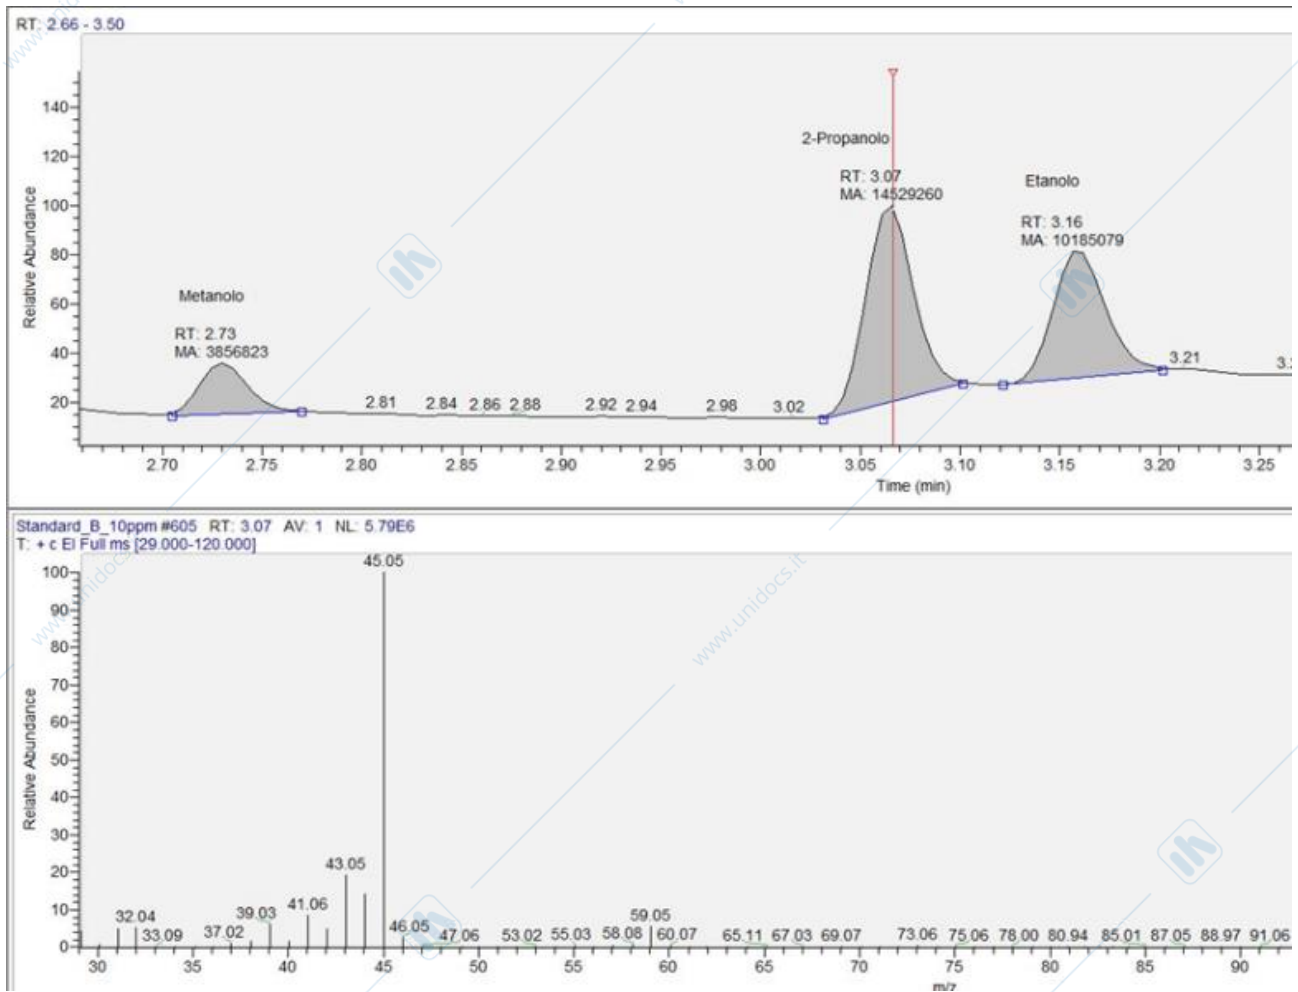

Figura 2 Esempio di cromatogramma con relativo spettro di massa del 2-propanolo
- 6) Identificazione dei prodotti sulla base del tempo di ritenzione e dello spettro di massa; (vedi esempio in Figura 2)